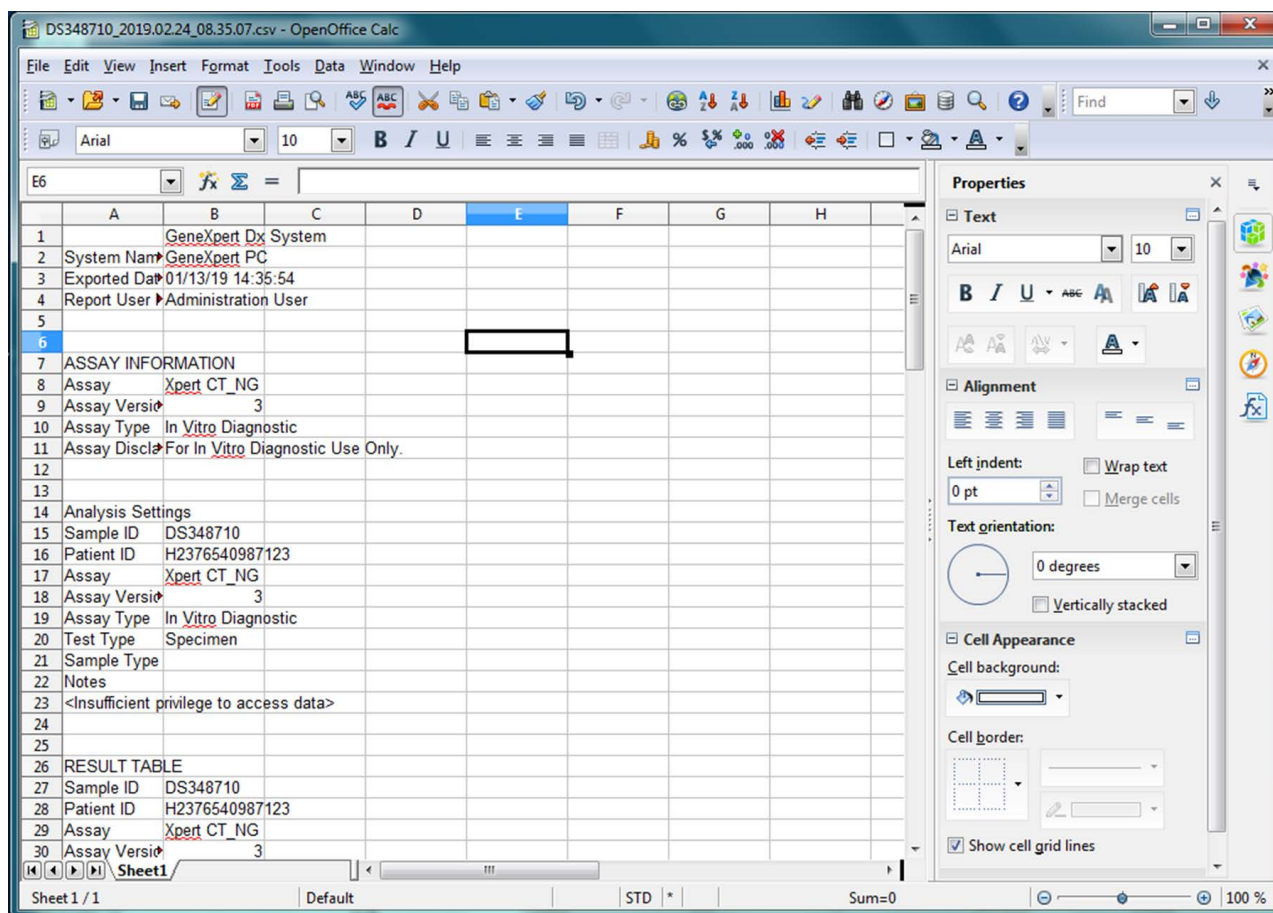

Figure 5-68. Exemple de résultats de test exportés
8. Cochez la case à la gauche de **Default value (Valeur par défaut)** puis cliquez sur **OK** pour fermer la boîte de dialogue. La largeur des colonnes s'ajuste alors et le fichier est formaté, comme illustré dans la Figure 5-68. Cliquez n'importe où dans les colonnes vides pour désélectionner les cases bleues et faire qu'elles redeviennent blanches.